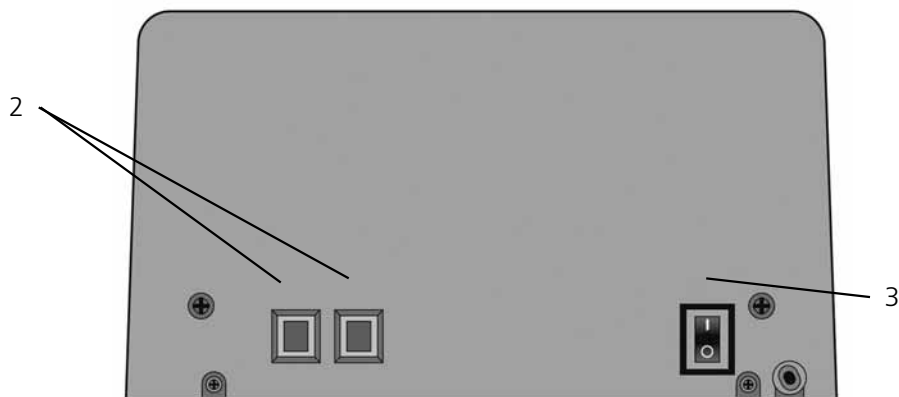

Рис. 1
- Подключите прибор к сети (220/110 В, 50/60 Гц) и включите его с помощью выключателя «Сеть» на задней панели прибора (рис. 1).